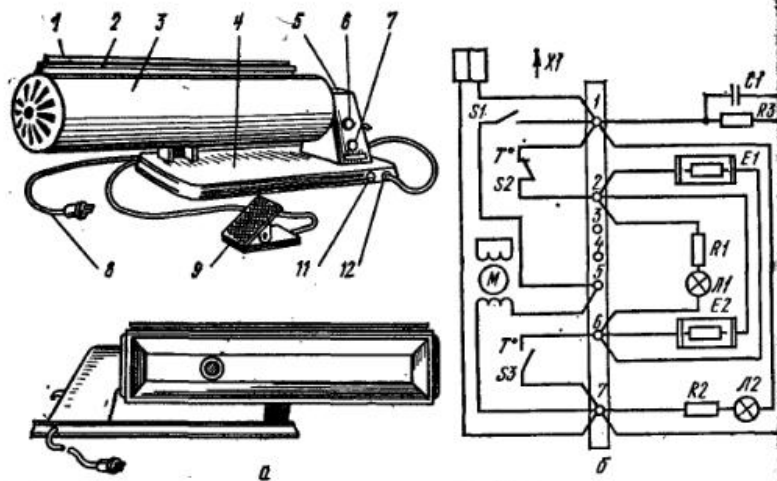

Рис. 25. Гладильная электрическая машина «Калинка»:
**ЭЛЕКТРИЧЕСКАЯ ГЛАДИЛЬНАЯ МАШИНА «Калинка».** Машина имеет следующие сборочные единицы и органы управления: ограждение 1 (рис. 25, а), предохраняющее пальцы рук от ожогов при работе на машине; башмак (утюг) 2 с подошвой, на которой расположены электронагревательные элементы и терморегулятор, обеспечивающий нагрев в заданном интервале температур; валик 3 с мягкой обмоткой, на котором происходит глажение. Внутри валика расположен электродвигатель и редуктор, которые осуществляют вращение валика; основание 4, внутри которого находится рычажная система прижима башмака и включения электродвигателя; бабка 5, к которой прикреплен редуктор с электродвигателем и панель управления; сигнальная лампа 6, сигнализирующая о подключении машины к электросети; сигнальная лампа 7, которая сигнализирует о достижении заданной температуры и готовности башмака к работе; соединительный шнур 8, армированный вилкой и предназначенный для подключения машины в электросеть;
педаль 9 управления с тросом для прижима башмака к валику с необходимым усилием и для включения электродвигателя; лимб 10 терморегулятора, на котором нанесено пять наименований ткани, каждому из которых соответствует наиболее подходящая температура нагрева подошвы башмака; выключатель 11 электродвигателя (включено — кнопка утоплена, выключено — кнопка выдвинута из основания 4). Электрическая схема машины показана на рис. 25, б.
Для смазки подшипников необходимо: с левой стороны валика 3 (см. рис. 25, а) развязать шнуры верхней наволочки, снять заградительную решетку и вывернуть винт, находящийся внутри валика. Снять валик 3, сдвигая его в левую сторону от бабки 5, обеспечив таким образом свободный доступ к электродвигателю. Через отверстия, имеющиеся в верхней части опор, с помощью масленки пропитать сальники подшипников индустриальным маслом марки И-8А или маслом МП-704 (5—10 капель). Излишки масла, попавшие на двигатель, протереть салфеткой. Собрать машину в обратной последовательности.